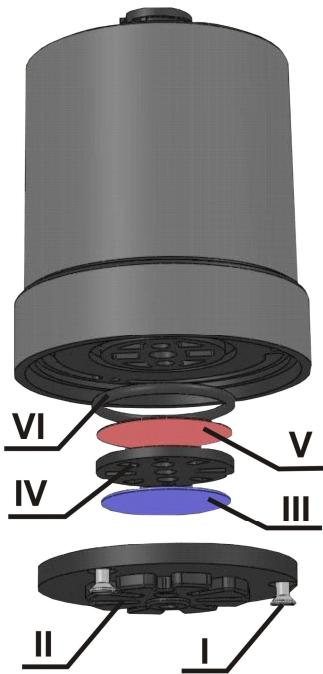

Рисунок 8.1
8.7 Для обеспечения защиты газового сенсора БД для тяжелых условий эксплуатации от проникновения воды и пыли используется система, изображенная на рис. 8.1. Она состоит из:
- (I) – крепежные винты
- (II) – защитная крышка
- (IV) – крышка сетки
- (V) – гидрофобная мембрана с размером пор 0.6 мкм типа МФФК-4 (D 25 мм)
- (VI) – уплотнитель мембранны.
Сборку производить согласно рис.8.1. Уложить элементы (III), (IV) и (V) на защитную крышку (II) – защитная крышка в сборе. Мембрану положить ровно по центру. Вставить уплотнитель (VI) в паз корпуса БД. Приставить защитную крышку в сборе к корпусу БД – есть ключ для однозначной установки. Зажать винты (I).